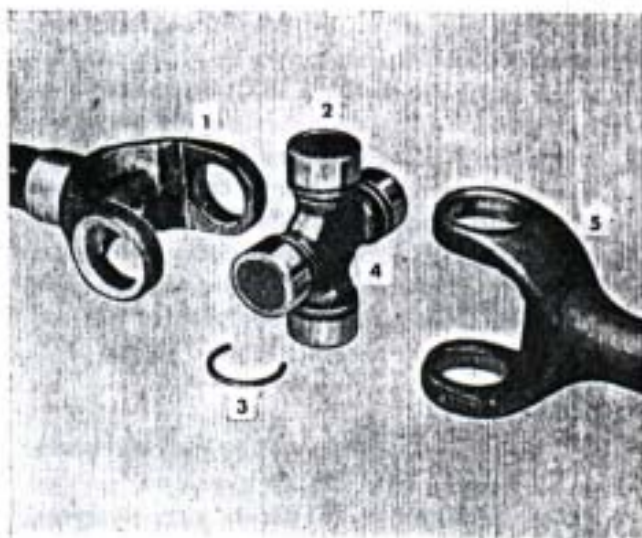

Fig. 267. — Despiece de un semieje delantero "SPICER".
Están compuestos por tres partes principales (Fig. 267): extremo exterior del semieje (1), cubeta del cojinete de cruceta (2), Aro retén de
su vez, ambos tienen en el lado opuesto al estriado unas horquillas en forma de "U", con un agujero en cada brazo (Fig. 267), donde se alojan las cubetas de los cojinetes de las crucetas.